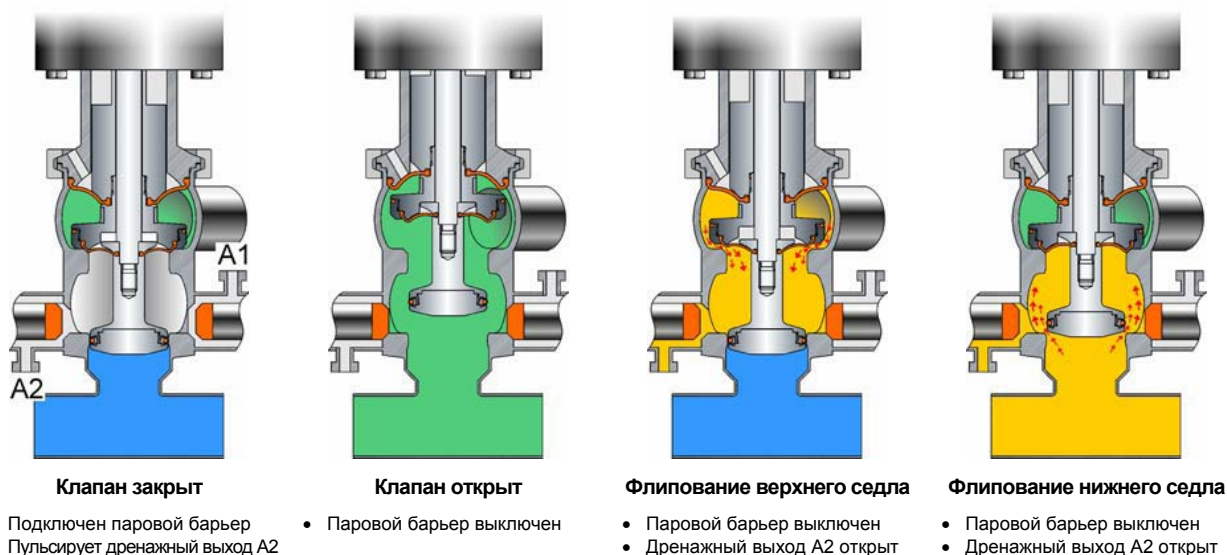

Рис. 1
- Для предотвращения получения ожогов персоналом при сбросе горячих жидкостей из камеры контроля протечек (рис. 1) необходимо установить защитные экраны.